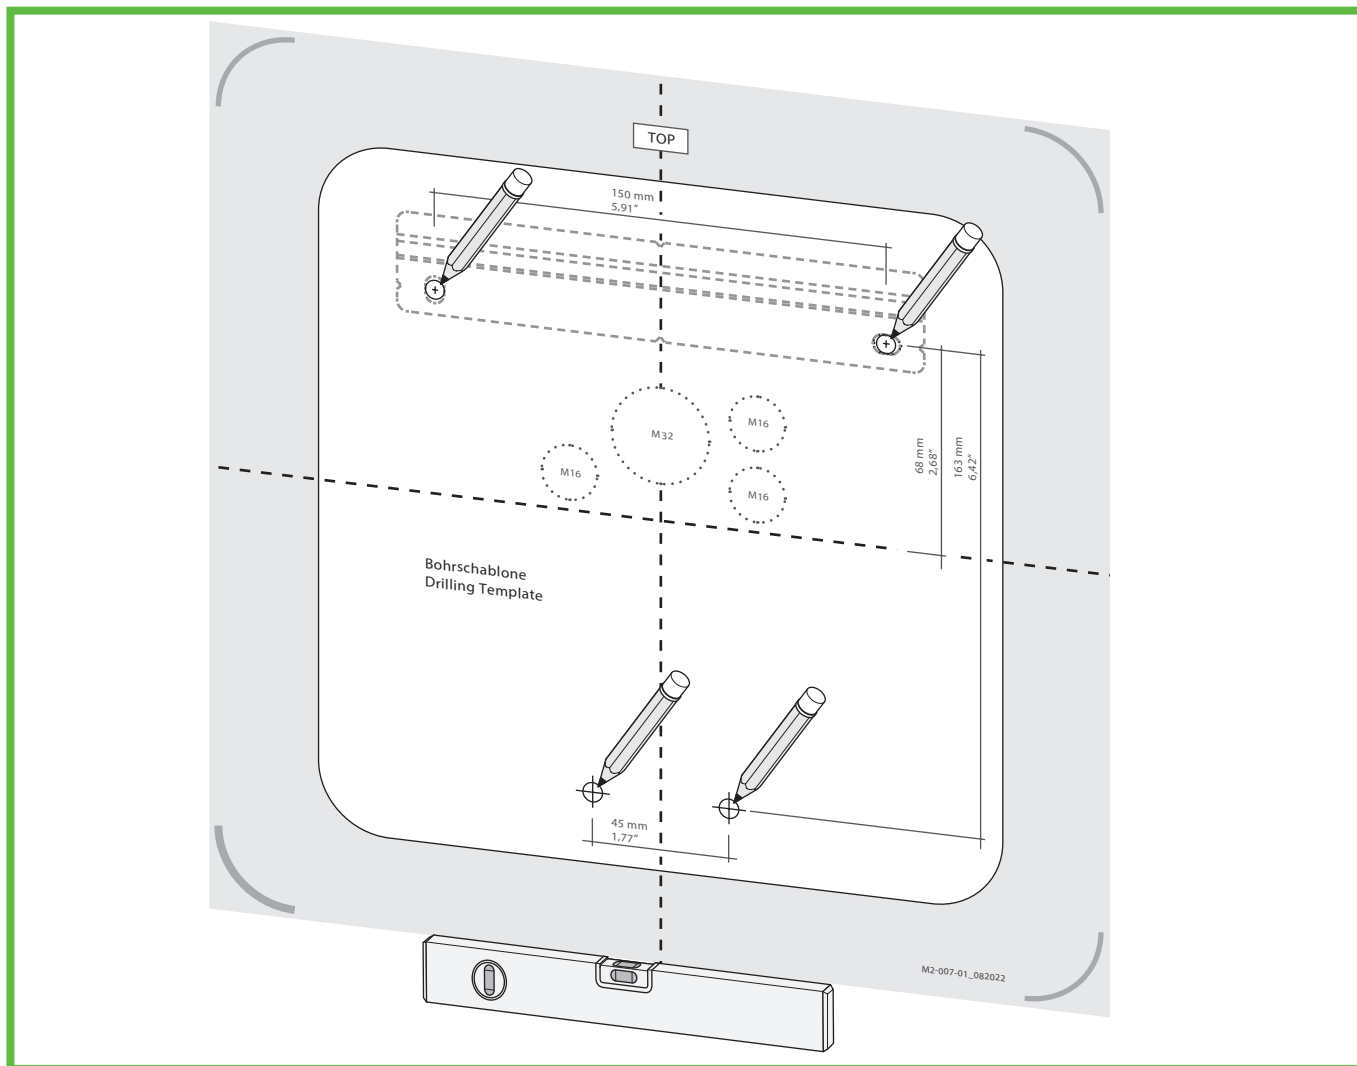

Fig. 7 : Marquage des points de fixation
- ▶ Marquez les points de fixation du rail de montage et du boîtier mural (Fig. 7).
- ▶ **Uniquement pour l'entrée des câbles par la paroi arrière :** Marquez les entrées de câbles correspondantes sur le boîtier mural (Fig. 7).